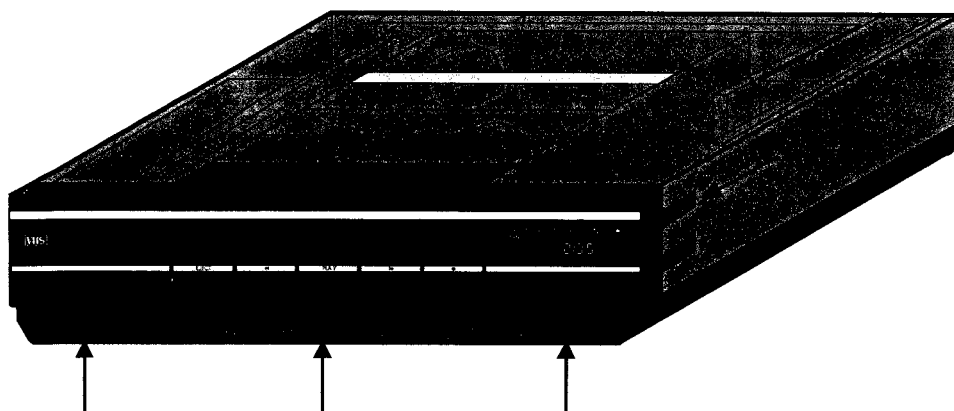

Fig. 2
- Release the 5 snap hooks (1 at each side and 3 at the bottom), and pull the front panel out (fig. 2).
- Lösen Sie die 5 Hakensprengringe (je 1 an den Seiten und 3 unten) und ziehen Sie die Frontplatte heraus (Abb. 2).
- Ouvrir les 5 attaches rapides (1 de chaque côté et 3 au fond), puis enlever la face avant en la tirant (fig. 2).